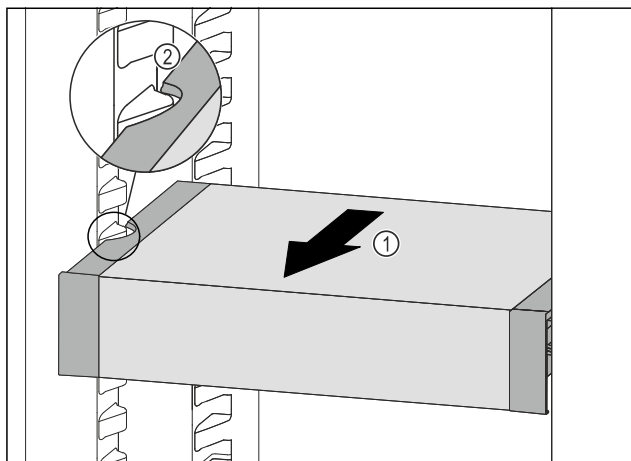

Fig. 184
- ▶ Вытягивайте VarioSafe вперед Fig. 184 (1), пока боковые выемки VarioSafe не окажутся на высоте выступа резервуара в холодильном отделении. Fig. 184 (2)